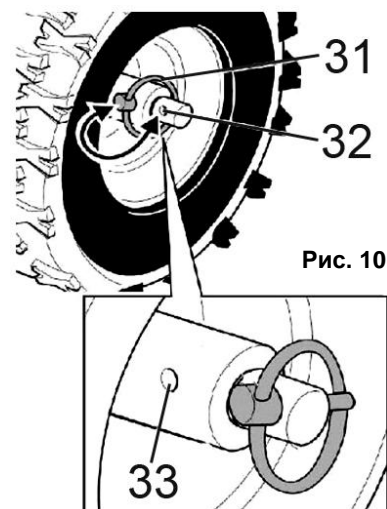

Рис. 10
- Для этого переставьте стопорный палец с кольцом (31), который жестко крепит колесо на оси сквозь отверстие (33), в свободное положение (32) (См. Рис.10).
- Для этого совместите отверстие в ступице колеса (33) с отверстием оси привода и вдвиньте стопорный палец (31) в отверстие (32) (См. Рис.10).